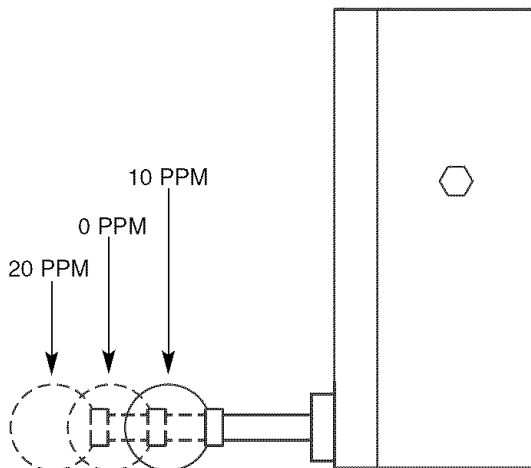

Figura 9 – Posiciones de Velocidades de Alimentación
- La velocidad de alimentación se puede ajustar en tres posiciones: 20 pies/minuto, 0 pies/minuto (neutro) y 10 pies/minuto (véase la Figura 9).